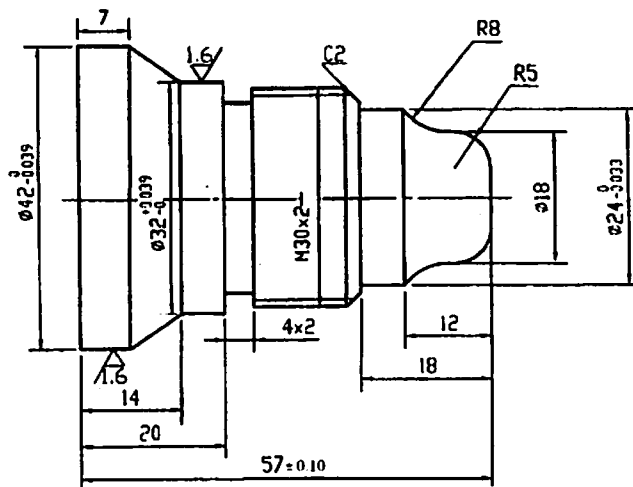

图 2 数控车削加工零件
1. 加工图 2 所示零件, 左侧已加工完毕, 要二次装卡 $\phi 42$ 外圆加工右侧, 部分精加工、切槽和螺纹加工程序已给出, 请据根图纸及技术要求, 补齐空缺程序段。(本题 13 分)